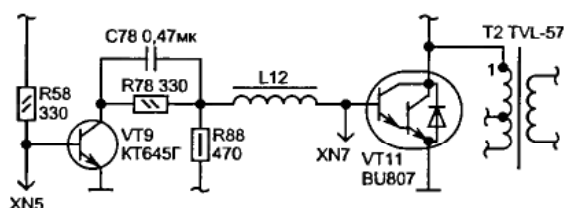

Рис. 8.2. Узел строчной развертки
- в выходном каскаде строчной развертки используются транзистор импортного производства типа BU807 и строчный трансформатор типа TVL-57. Фрагмент схемы строчной развертки с этими элементами приведен на рис. 8.2;